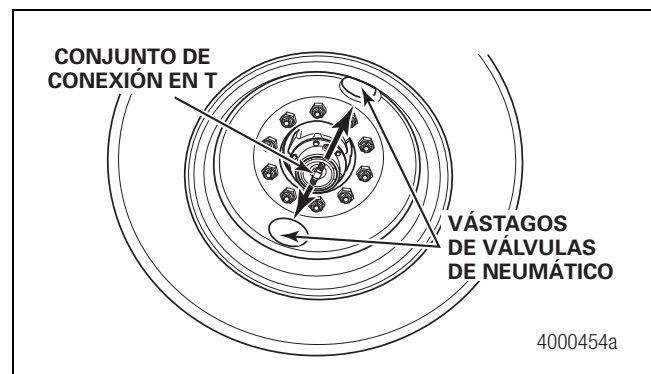

Figura 2.49
- Los adaptadores de aire deben apuntar HACIA los vástagos de válvula del neumático. Compruebe que los vástagos de válvula del neumático están en lados opuestos en un ángulo de 180 grados. Los vástagos de válvula deben estar en dicha posición para instalar el sistema de inflado de neumáticos. Figura 2.49. De ser necesario, las ruedas o las tapas de maza emperradas se pueden “colocar” de manera que la conexión en T quede alineada con los vástagos de válvula del neumático. Las tapas de maza atornilladas se pueden rotar para esta alineación, siempre que la especificación de apriete de las tapas de maza esté dentro de las directrices recomendadas por el fabricante de las mismas.